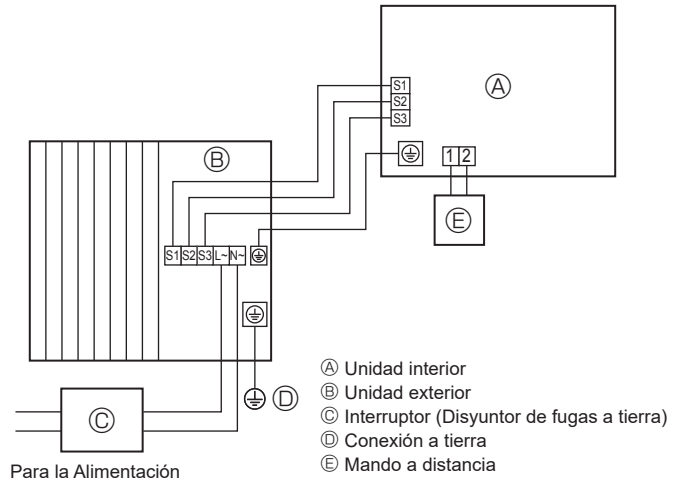
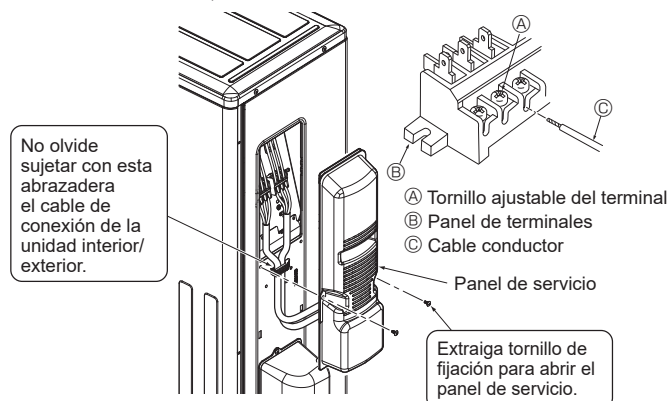

Fig. 6-1
Fig. 6-3
### 6.1. Unidad exterior (Fig. 6-1, Fig. 6-2, Fig. 6-3)
- ① Retire el panel de servicio.
- ② Conecte los cables de acuerdo con la Fig. 6-1, Fig. 6-2 y la Fig. 6-3.